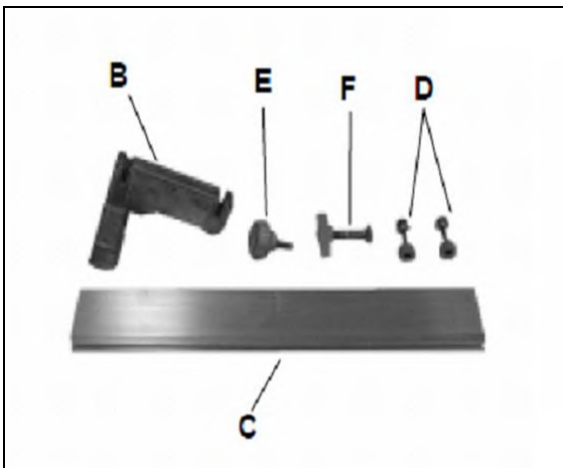

Fig 7
Anslaget på denne båndsav kan bruges på begge sider af klingens ved at montere anslagets udvidelse (C, Fig 7) til den siden af anslagets støbning (B).